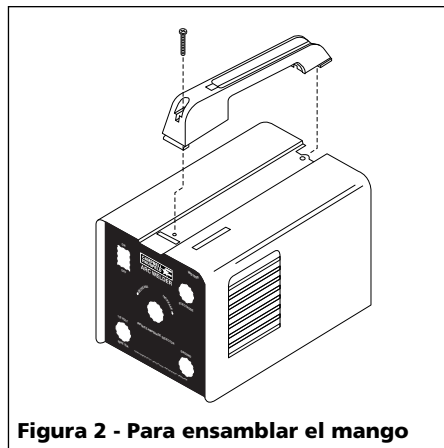

Figura 2 - Para ensamblar el mango
3. Introduzca el tornillo en los orificios del mango y la unidad (Vea la Figura 2).